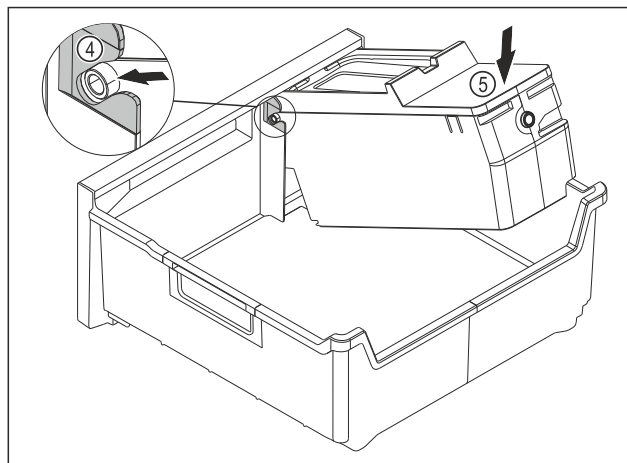

Fig. 116
- Montáž korpusu EasyTwist-Ice: Osi korpusu EasyTwist-Ice zasunúte do vedení Fig. 116 (4).
- Zatlačte korpus EasyTwist-Ice Fig. 116 (5) zozadu smerom nadol.